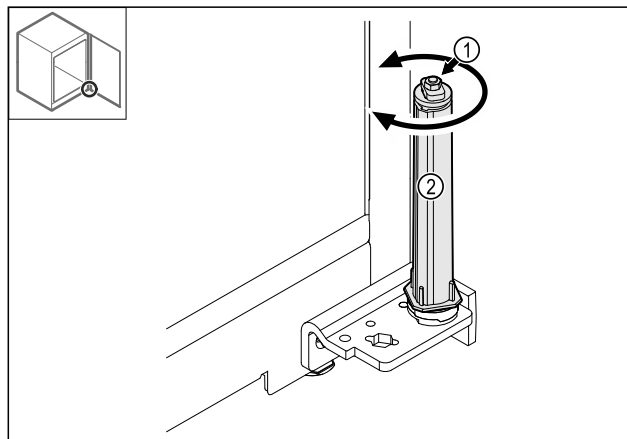

Fig. 37
- Nerozebírejte šroubové spojení Fig. 37 (1) uzavíracího systému.
- Otáčejte uzavíracím systémem Fig. 37 (2), dokud nezacvakne.